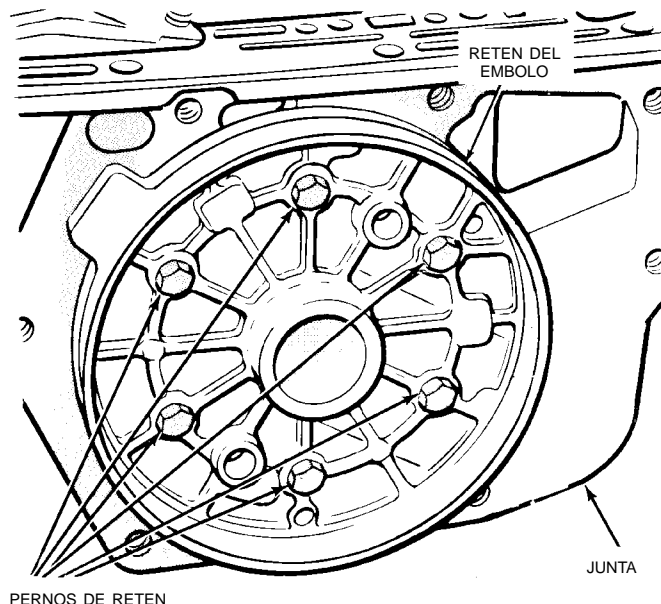

Fig. 147 Alineación del retén del émbolo de sobremarcha
(7) Coloque el retén del émbolo de sobremarcha en la caja de transmisión y alinee los orificios para pernos en el retén, la junta y la caja (Fig. 147). Luego instale y apriete los pernos de retén con una torsión de 17 N·m (13 lbs. pie) .